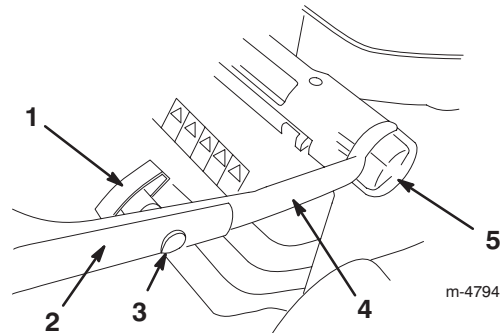

Figura 2
2. Afloje los pomos de ajuste de altura del manillar y gire la parte inferior del manillar hacia la parte trasera del cortacésped hasta que encaje en uno de los ajustes de altura del manillar, según muestra la Figura 2.
4. Instale la parte superior del manillar en la parte inferior con los pernos de cabeza ovalada y los pomos, según muestra la Figura 2. **Apriete firmemente los pomos del manillar.**